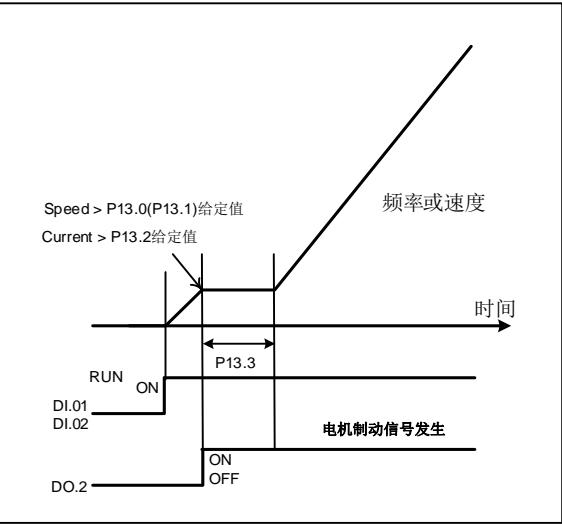

图8.2-12电机制动器端子控制信号输出
- 满足以上的三项条件，DO 输出端子产生输出，控制制动装置。参见图 8.2-12。